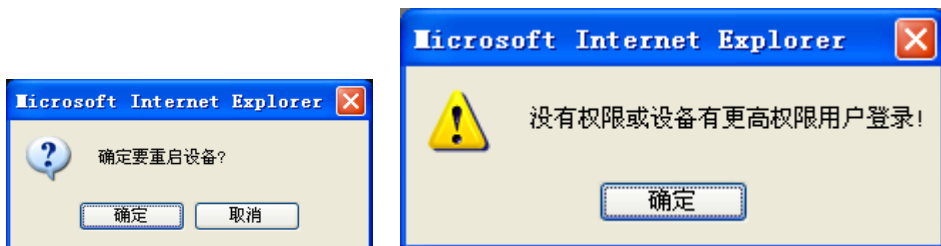

图4-11
2.单击**重启设备**，弹出提示框（如图 4-11 第一幅），点击确定后设备重启。
若本地有用户登陆系统菜单或 web 登陆用户没有重启设备的权限，将弹出提示框（如图 4-11 第二幅）。